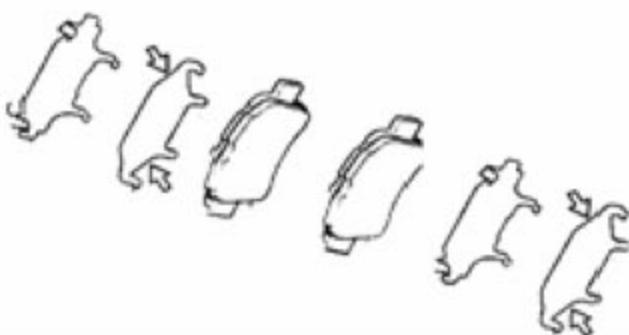

图 3—31
- A).在每片消音垫片的两侧涂盘式制动润滑脂，如图 3—31 所示。